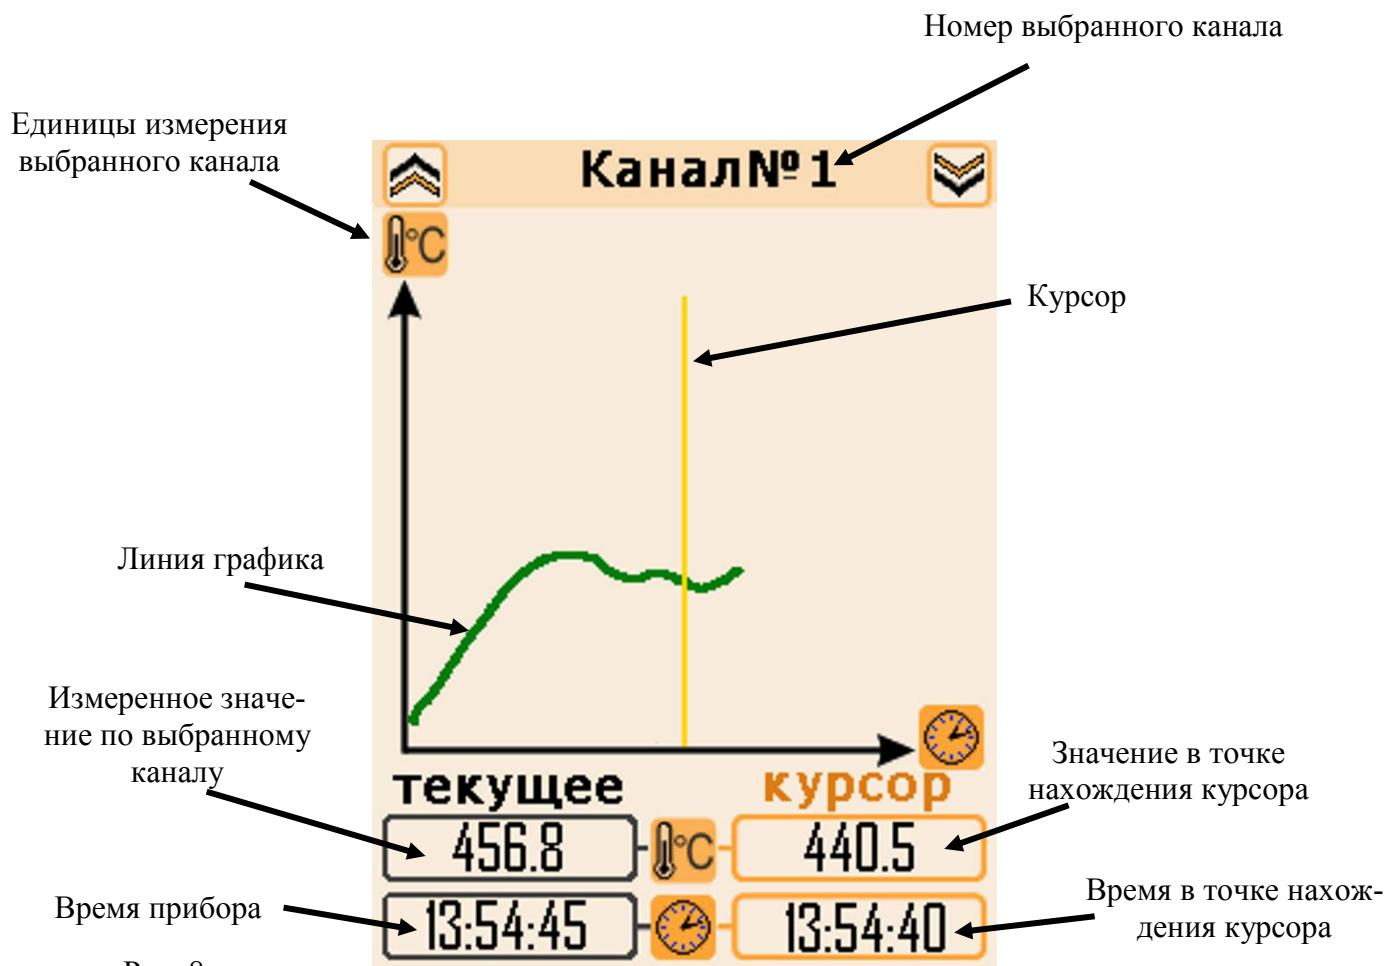

Рис. 8.
**График** - в данной вкладке отображаются данные в виде графика (рис.8).